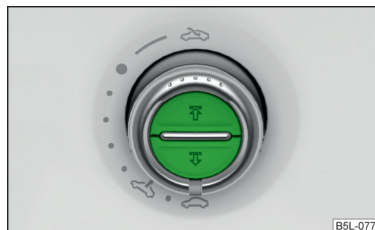

Fig. 44
Commande du store pare-soleil » fig. 44
- Placer le bouton rotatif sur la position ☞ » fig. 44 à la page 66.